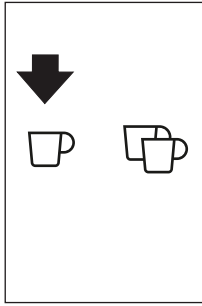

Fig. 19
- ▶ Pode preparar apenas um café de cada vez premindo o ícone ☐ (B10) (Fig. 19).